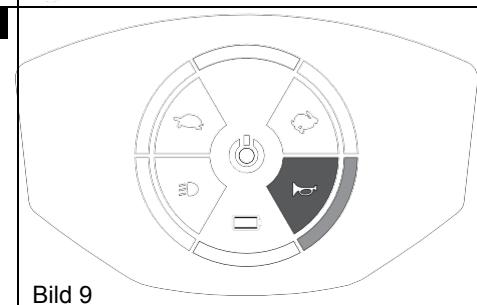

Bild 9
- Tryck på signalhornsknappen för summertonen ska ljuda. Summertenon ljuder och lampan lyser tills du släpper upp signalhornsknappen. (Bild 9)